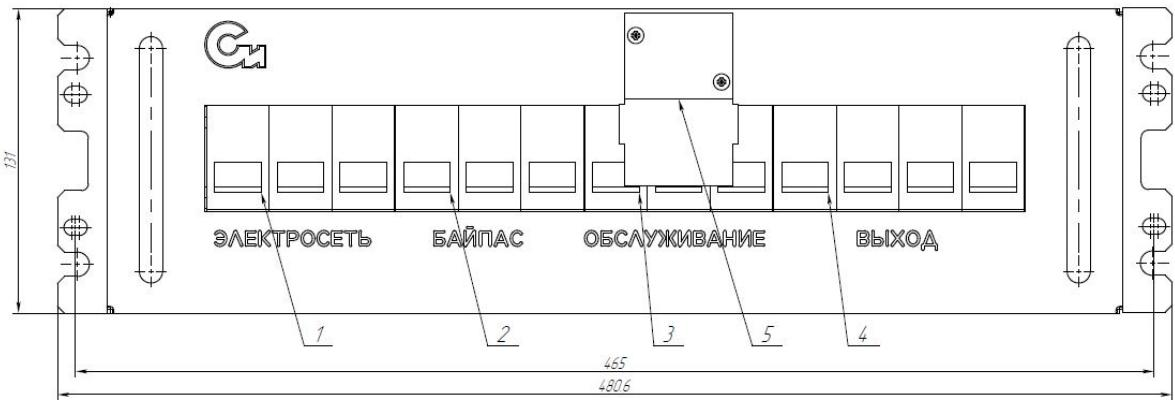
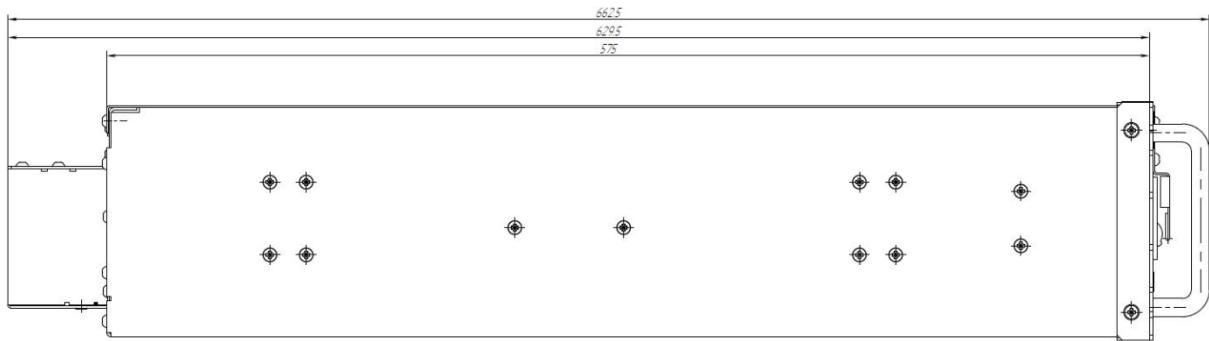

Рис. 1.
Рисунок 3.
2.7	Общий вид и габаритные размеры ББ приведен на рис.1 – рис.3
5.1 Конструктивно ББ выполнен в виде съемного блока (крейта) прямоугольной формы с присоединительными и установочными размерами, соответствующими ГОСТ 28601-90. Общий вид и габариты ББ приведены на рис.1.